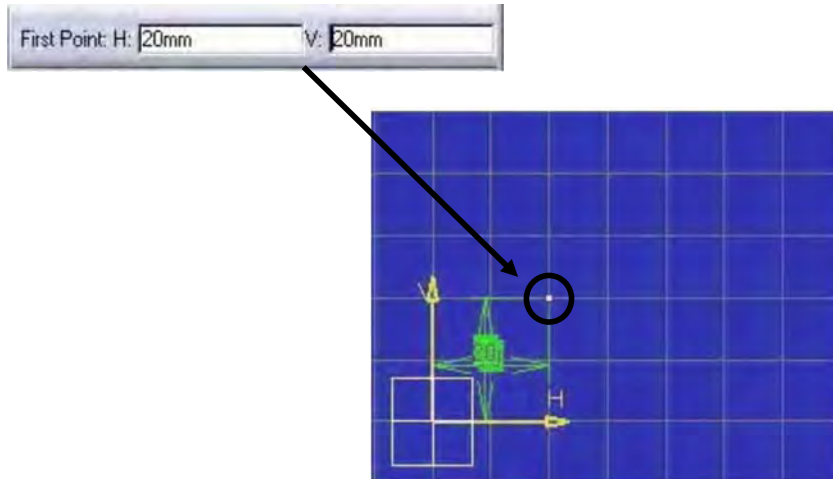

Figura 2.8: INTRODUCCIÓN DEL PRIMER PUNTO POR COORDENADAS
1) El primer punto se puede introducir mediante coordenadas o dando clic en la pantalla (ver figura 2.8)